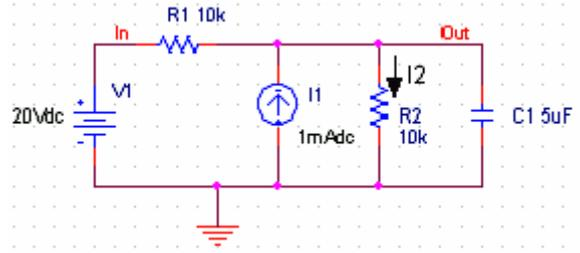

图 2: 要被仿真的电路 (OrCAD Capture 的屏幕快照)
7. 你可以用 PLACE > NET ALIAS 菜单命令为网络或节点指定别名。我们将输出和输入节点命名为 Out 和 In，见图 2。
如在介绍中所提及的那样，Spice 允许你做直流偏置，直流扫描，傅里叶瞬态分析，交流分析，蒙特卡洛/最差情况扫描，参量扫描和温度扫描。我们将首先解释怎样在图 2 的电路上做直流偏置和直流扫描。